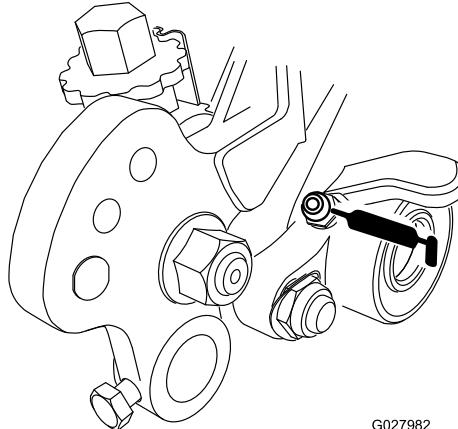
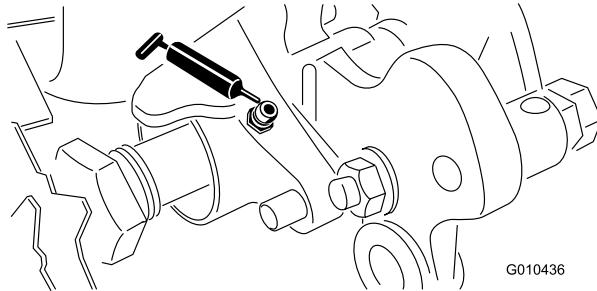

Figura 17
Figura 18
33. Lubrifique os rolamentos do rastelo (Figura 17 e Figura 18) semanalmente ou após cada 10 horas de funcionamento, antes de períodos longos de paragem e imediatamente após cada lavagem. Coloque lubrificante nos encaixes até que o lubrificante seja purgado para